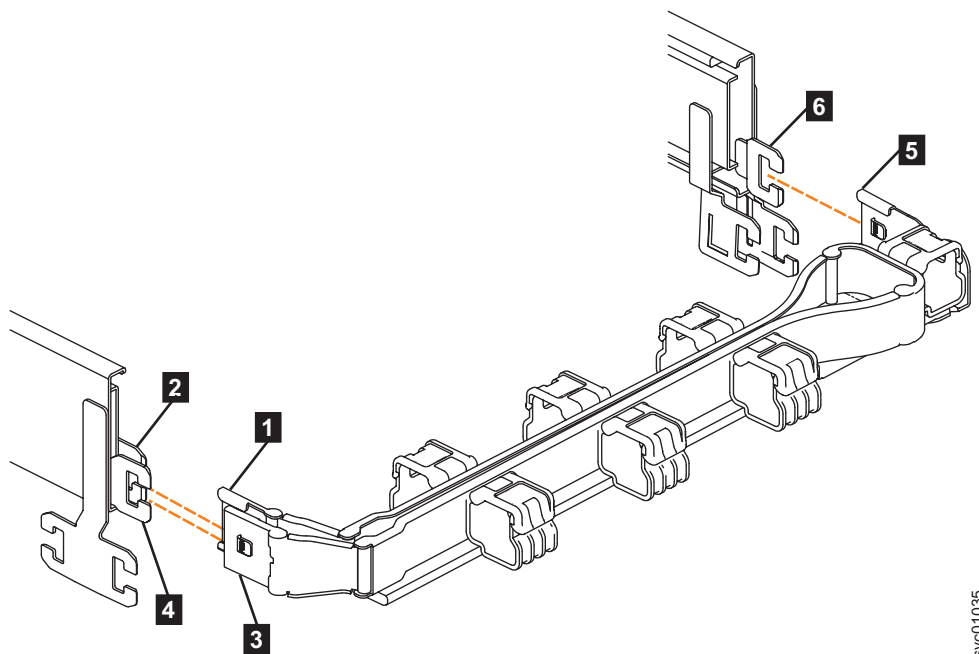
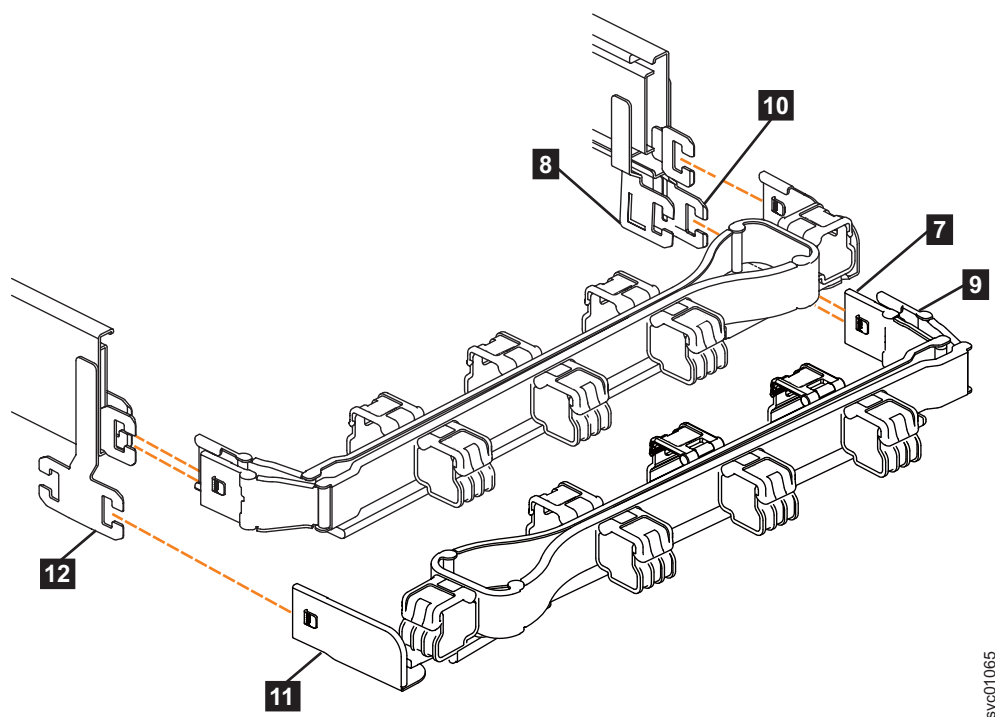

图 43. 上部理线臂的连接器
图 44. 下部 CMA 组合件的组件
CMA 的连接器安装在支撑导轨末端的导轨挂钩上。图 43 显示了上部 CMA 组合件上的连接器。
1. 按下上部 CMA 组合件的连接器基座上的滑锁（图 43 中的 **5**）。
2. 拉动连接器以从右侧支撑导轨上的连接器基座（图 43 中的 **6**）中将其卸下。
3. 按下上部 CMA 组合件的外部连接器上的滑锁（图 43 中的 **3**）。
4. 从左侧支撑导轨的内部构件中卸下外部连接器（图 43 中的 **4**）。
5. 将上部 CMA 组合件的内部连接器（**1**）从左侧支撑导轨的内部构件（**2**）中卸下，如图 43 中所示。
注：卸下下部 CMA 组合件的过程与卸下上部 CMA 组合件的过程相同。但是，连接器位置颠倒。例如，上部 CMA 的连接器基座（第 60 页的图 43 中的 **5**）将连接到右侧导轨。下部 CMA 的连接器基座（图 44 中的 **11**）将连接到左侧导轨。
6. 将下部 CMA 组合件上的连接器基座（**11**）从左侧支撑导轨上的连接器（**12**）上卸下，如图 44 所示。
7. 将下部 CMA 组合件的内部连接器（**9**）从右侧支撑导轨的外部构件（**10**）上卸下，如图 44 中所示。
8. 将下部 CMA 组合件的外部连接器（**7**）从右侧支撑导轨的内部构件（**8**）上卸下，如图 44 中所示。